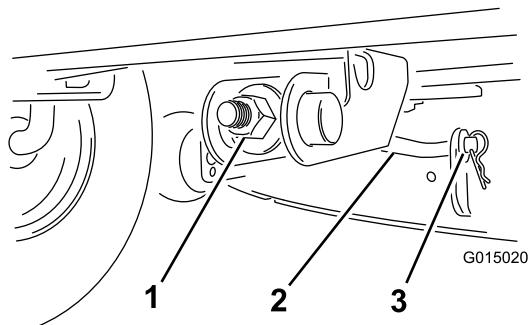

Figura 40
- Per regolare l'inclinazione longitudinale della lama, ruotate il dado di regolazione nella parte anteriore del tosaerba (Figura 40).